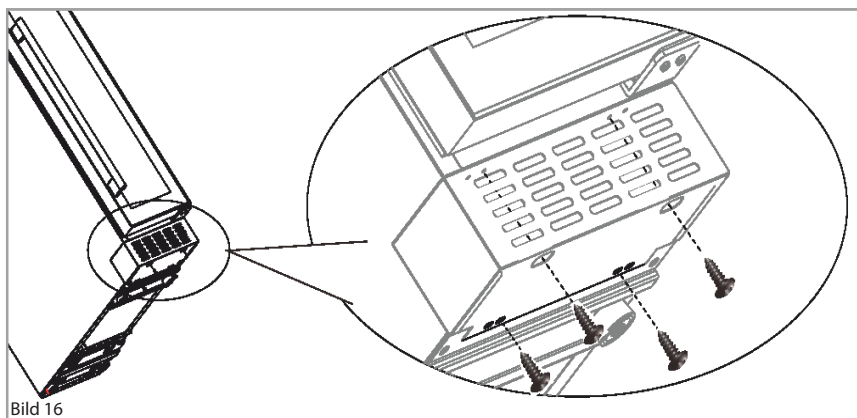

Bild 16
6. Placera sockeln och se till att den befinner sig i samma riktning såsom på bild 16. Använd sedan en (magnetisk) skruvmejsel. För in två av de svarta monteringskruvarna genom de ovala åtkomsthålen (såsom visas på bild 16) och skruva åt dem.
7. Skruva i (svart fäste) en skruv i vart och ett av de två nedre hålen (såsom visas på bild 16). Detta hjälper till att säkra sockeln på undersidan av vinkylaren.